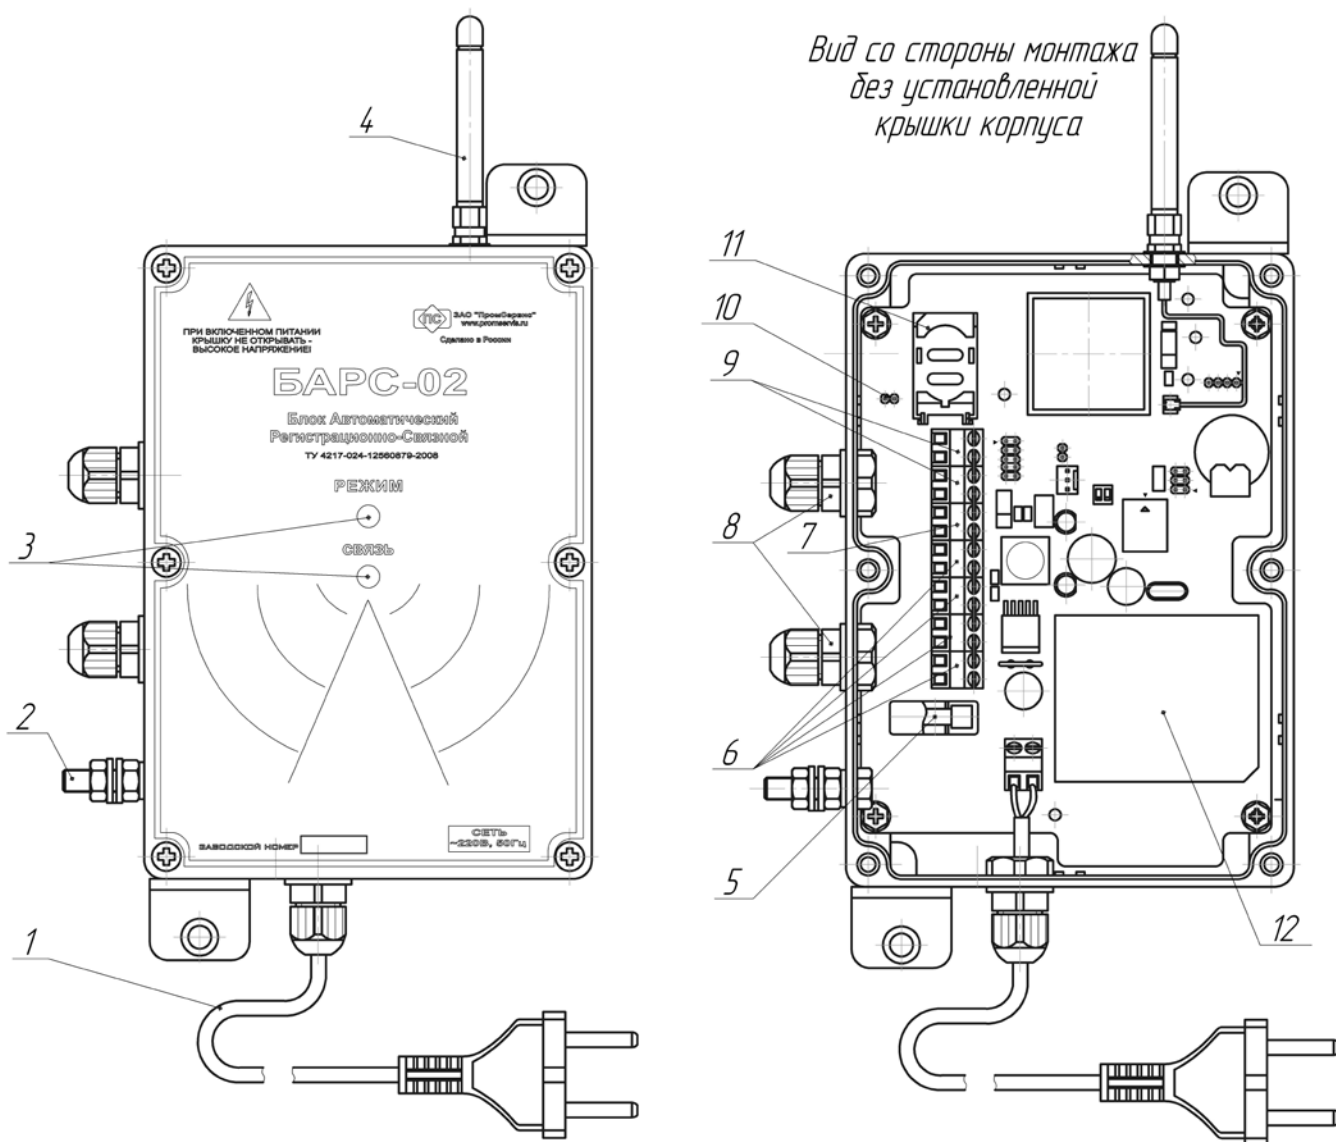

Рисунок 1 – Расположение основных элементов **БАРС-02-Р1М**.
6.3 Подключить к соответствующим используемому интерфейсу (RS-232 или RS-485) контактам клеммного блока (9,7) (см. рисунок 1,2) соединительный кабель от прибора учёта.
6.4 При необходимости к контактам клеммных блоков (6) (см. рисунок 1,2) подключить охранно-пожарные дискретные датчики, учитывая схему входных каскадов, представленную в приложении В.
6.5 Обжать соединительные кабели гайками герметичных кабельных вводов (2) (см. рисунок 1,2), расположенных на боковой стенке блока.